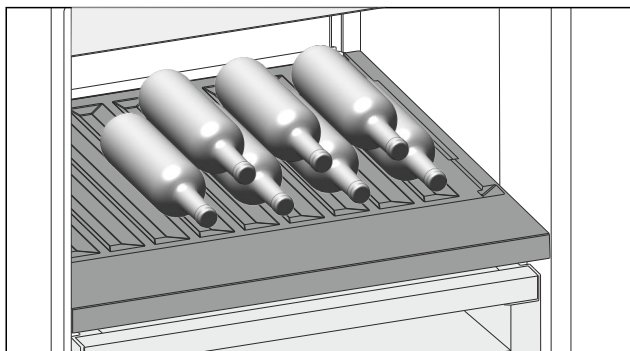

Fig. 124
- ▶ Wkładać butelki dnem ustawionym do tyłu, w kierunku ścianki tylnej. (patrz Fig. 124)